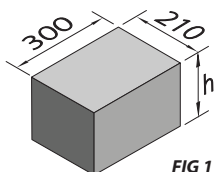

FIG 1
Caso o local de fixação do equipamento não esteja adequado, deverá ser confeccionada uma base de concreto de acordo com as exigências ao lado (fig. 1):
*1 - Compruebe que la superficie donde se procederá a fijar el mecanismo, sea lo suficientemente resistente y nivelado para poder ser fijado al piso. De no contar con una superficie firme, se deberá fabricar una base de concreto, tomando como referencia la (fig.1)*